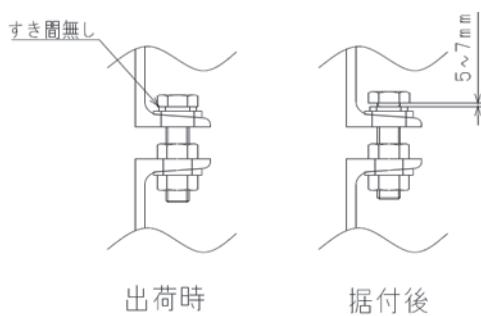

図 5 スッパー螺栓締結方法
- (2) 図 5_出荷時のようにストッパー螺栓を締め付けた状態で出荷します。納入現場にて製品据付後は、必ずストッパー螺栓を図 5_据付後に示すような位置で固定してください。
ロックした(図 5_出荷時)状態では、期待される防振効果が得られません。